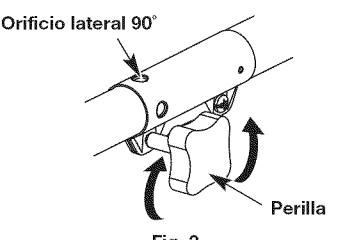

Fig. 3
1. Gire la perilla en sentido antihorario para aflojarla (Fig. 3).
3. Gire la perilla en sentido horario para ajustarla (Fig. 3).
Para realizar recortes decorativos con el accesorio de corte de cabezal de línea u otro accesorio, trabe el botón de desconexión del accesorio de corte u otro accesorio en el interior del agujero de 90° (Fig. 3).
- Gire la perilla en sentido antihorario para aflojarla (Fig. 3).